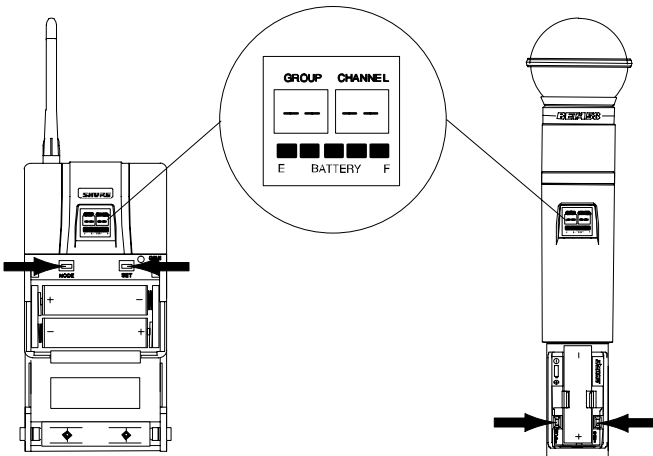

FIGURA 45
3. Para verificar que la función de bloqueo de frecuencia está activada, oprima el botón de MODO o el de FIJACION. Si la función de bloqueo está activada, la indicación “—” aparece en pantalla del transmisor, como se muestra en la Figura 45.